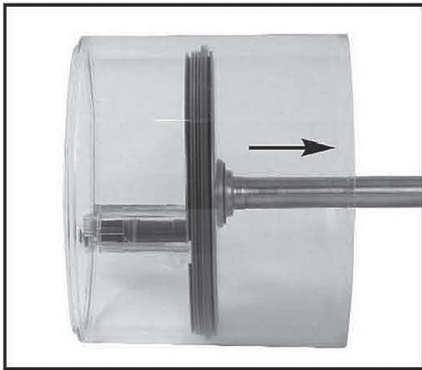

Figure 6
5. Verwijder het bodemdeel van het reservoir door de rubberen ring te verwijderen (zie afbeelding 5) en het bodemdeel erin de richting van de pijl uit te trekken (zie afbeelding 6).
5. Remove the base from the bowl by removing the rubber ring (see Figure 5) and tapping the base out in the direction shown (see Figure 6).